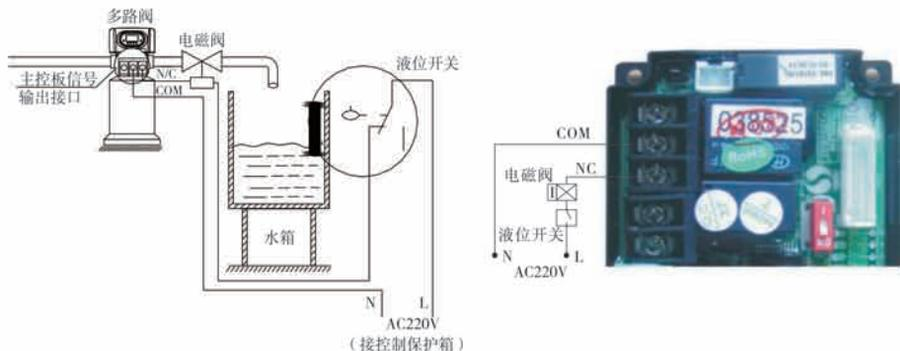

图3-1 控制出口电磁阀的接线图
**应用说明：**当需要出水口在再生过程中无硬水流出时（主要是旋转过程中无硬水流出。控制阀到达反洗、吸盐等各工位时，出水口自动无硬水流出），可在出水口加装电磁阀，其接线方式如图3-1：